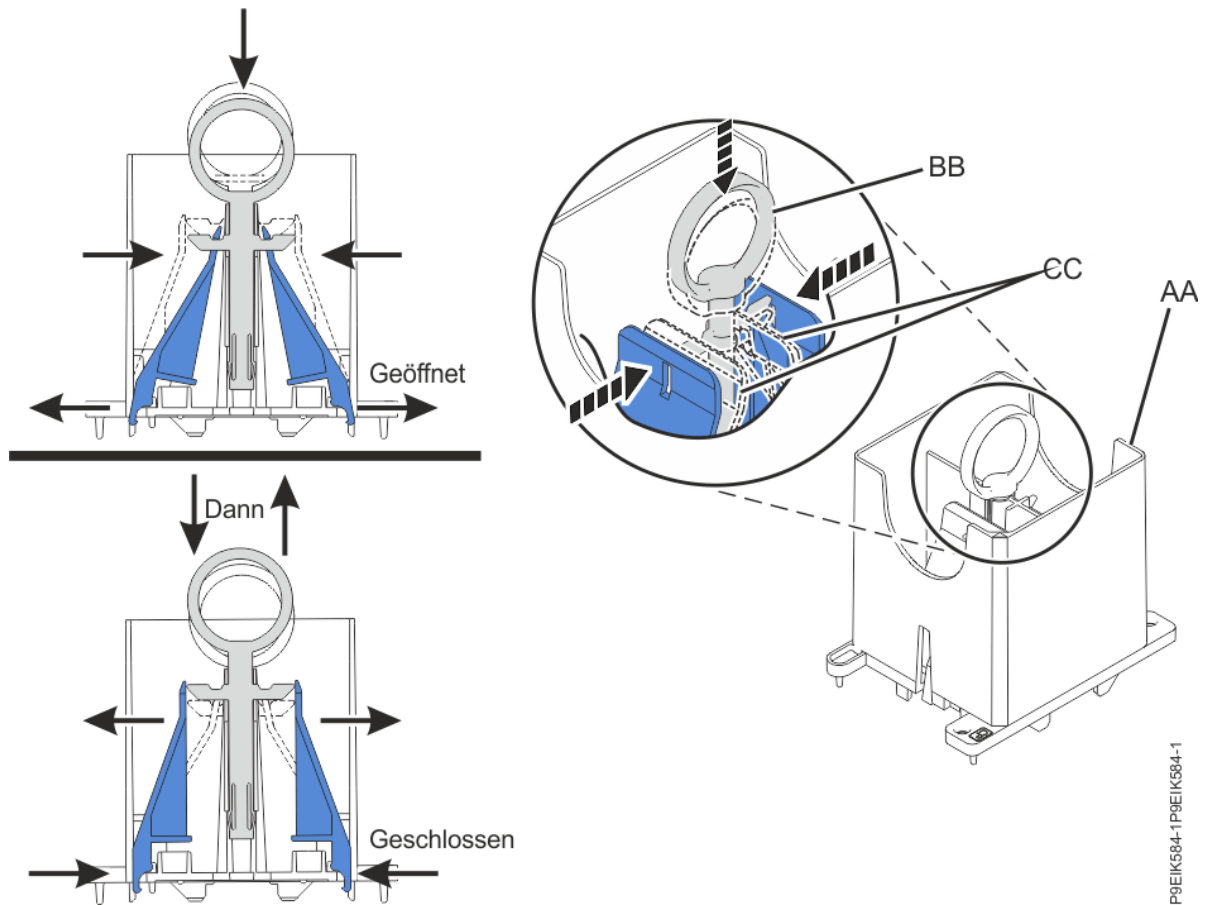

Abbildung 8. Sicherstellen, dass das Ausbauwerkzeug in der geöffneten Position ist
- a) Stellen Sie sicher, dass das Ausbauwerkzeug **(A)** in der geöffneten Position ist (siehe Abbildung 8 auf Seite 11). Der mittlere Ring **(B)** muss nach unten gedrückt werden und die blauen Hebel **(C)** müssen nach innen gedreht werden.